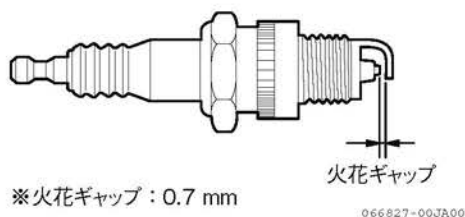

図 4-39 火花ギャップ
6. 火花ギャップ（電極すき間）を0.7mmに調整します。(図 4-39)
電極部が損耗または、破損したものは新品と交換します。点検のしかたの要領で点火プラグを外し、交換してください。(図 4-37、図 4-39)